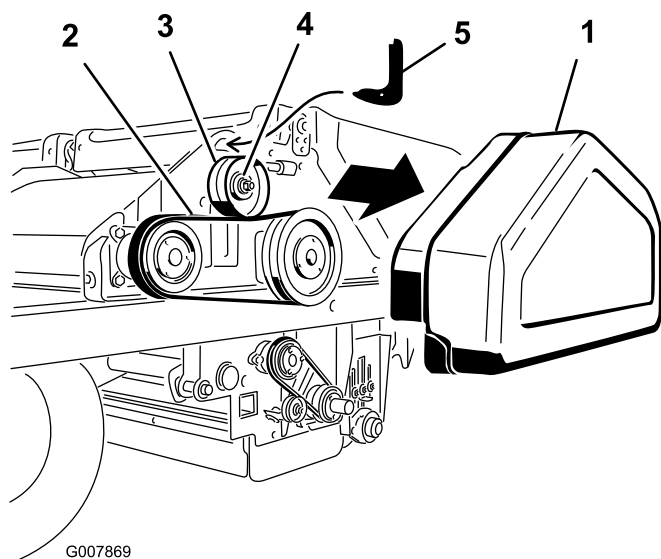

Figure 58
1. Retirez le couvercle de courroie (Figure 58).
2. Desserrez l'écrou sur la poulie de tension (Figure 58).
3. Insérez le bout crochu du tendeur de courroie dans le trou au-dessus de la poulie de tension (Figure 58).
5. Insérez l'embout d'entraînement d'une clé dynamométrique de 1/2 pouce dans le trou du tendeur de courroie (Figure 58).
6. Tournez le tendeur vers vous jusqu'à obtention d'un couple de 5,7 N m, puis tout en maintenant ce couple, serrez l'écrou de la poulie (Figure 58).